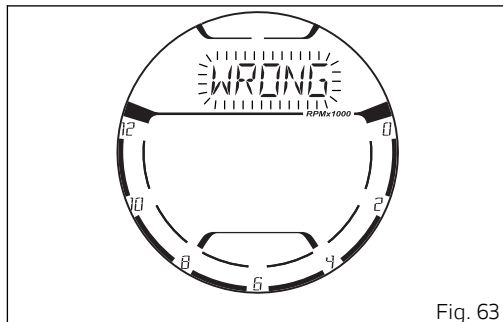

Fig. 63
Una vez configurada la cuarta cifra, presionando el pulsador (4) (Fig. 62), el salpicadero controla si el PIN CODE introducido corresponde al memorizado. En el caso en que no corresponda, el display visualiza durante 3 segundos la inscripción parpadeante "WRONG" (Fig. 63).